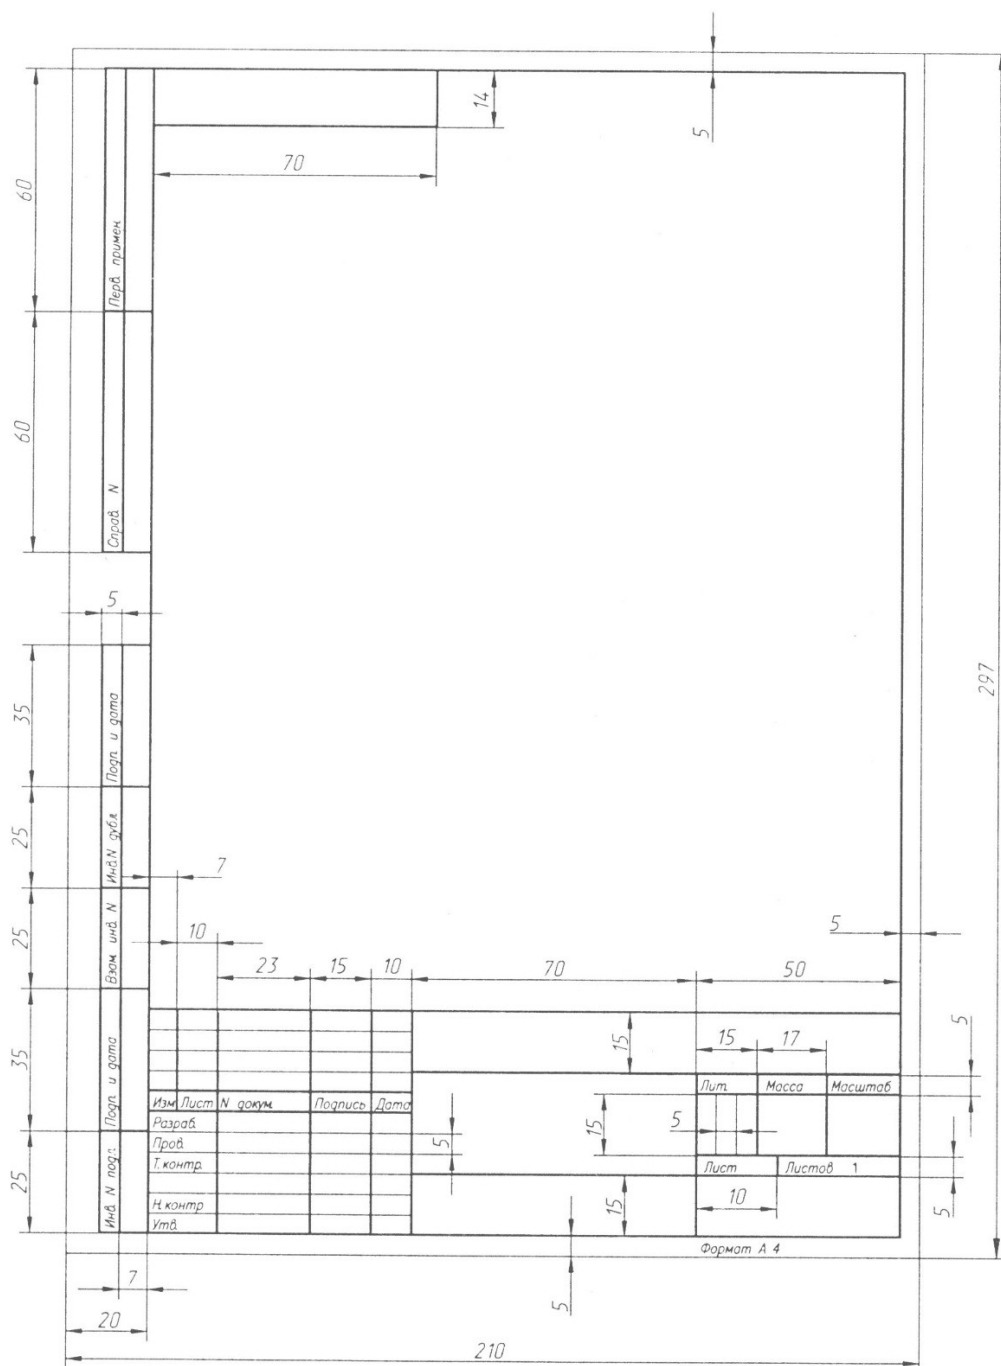
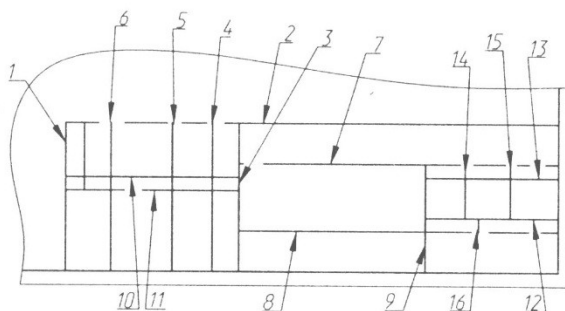

Рисунок 1. Форматка A4
Рисунок 2. Порядок построения основной надписи.
В соответствии с жесткими требованиями ЕСКД для выполнения чертежей установлены форматы листов и соответствующее их оформление. В обычной практике такие листы называют форматками. Создадим форматку А4, изображенную на рис. 1.
5. Теперь начертим основную надпись в нижней части форматки. Для формата А4 она занимает всю нижнюю часть, а для других форматов – находится справа. Увеличьте нижнюю часть чертежа. Вызовите команду Line и чертите согласно размерам (рис. 1) в порядке, указанном на рис. 2. Для черчения используйте привязку к сетке. Для формата А4 линия №1 не потребуется.
7. Теперь предстоит вычертить несколько тонких линий в нижней левой части форматки (см. рис. 1). Это однотипные линии, которые расположены на одинаковом расстоянии друг от друга. Для такого случая целесообразно использовать команду Array.
11. Вызовите *Line* и дочертите две тонкие вертикальные линии в правой части основной надписи, предназначенной для литеры (см. рис. 1).
13. Установите текущим слой «Основная-06» и, используя команду *Line*, по маркерам и сетке начертите все графы в поле для подшивки (пользуясь рис.1).
15. Заполним форматку надписями. Сделайте текущим слой «Тонкая-02». Вызовите команду *dtext*. Задайте для надписей стиль 1. Заполните все графы штампа согласно рис. 1.